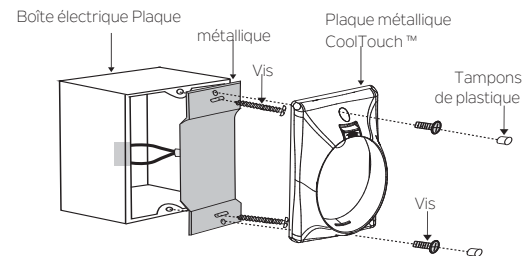

Fig. 27
**Étape 2.** Installer la plaque métallique et la plaque murale CoolTouch™ sur la boîte électrique murale à l'aide des 4 vis fournies. Placer ensuite les deux tampons de plastique dans la plaque murale. (Fig. 27)